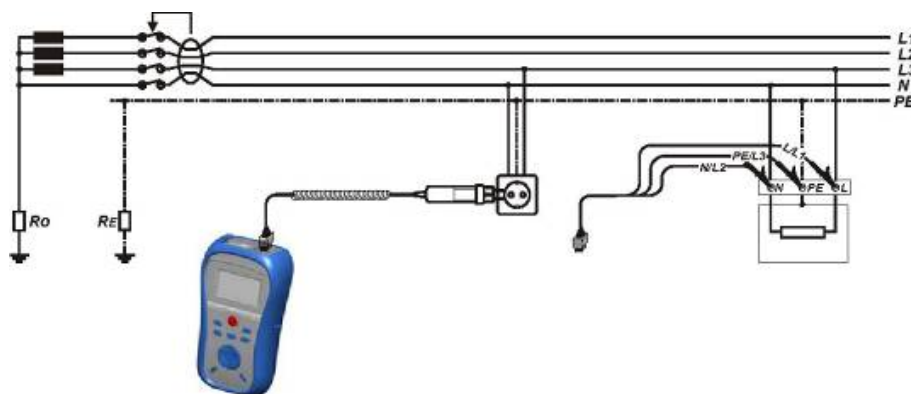

Рисунок 5.2: Подключение щупа «commander» с вилкой или универсального измерительного кабеля
- ❑ **Подключите** измерительные провода к испытываемому устройству (см. рисунок 5.2).
- ❑ **Подключите** измерительные провода к испытываемой установке (см. рисунок 5.2).
| <ul style="list-style-type: none"> <li>□ Выберите функцию RCD при помощи переключателя функций.</li> <li>□ Выберите подфункцию AUTO. <ul style="list-style-type: none"> <li>□ Установите параметры измерения (при необходимости).</li> <li>□ Подключите измерительный кабель к верхней части прибора.</li> <li>□ Подключите измерительные провода к испытываемой установке (см. рисунок 5.2).</li> <li>□ Нажмите клавишу TEST для выполнения измерения.</li> </ul> </li> </ul> | Начало проверки         |